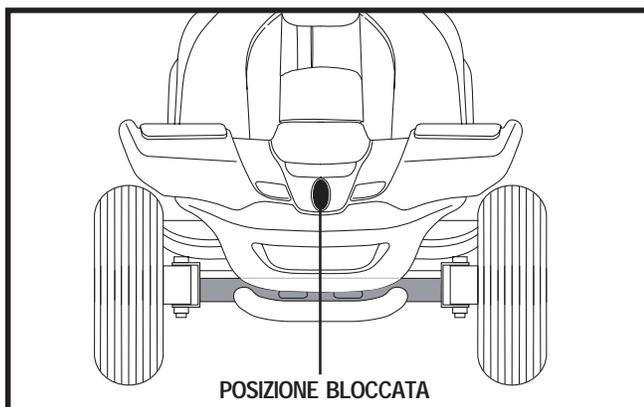

Figura 21. Bloccasterzo (Bloccato)
2. Bloccare il manubrio in posizione diritta in avanti spingendo la manopola di blocco del manubrio e ruotandola in senso orario di 90°. Vedere figura 21. La ruota anteriore deve essere rivolta in avanti per bloccare il manubrio.